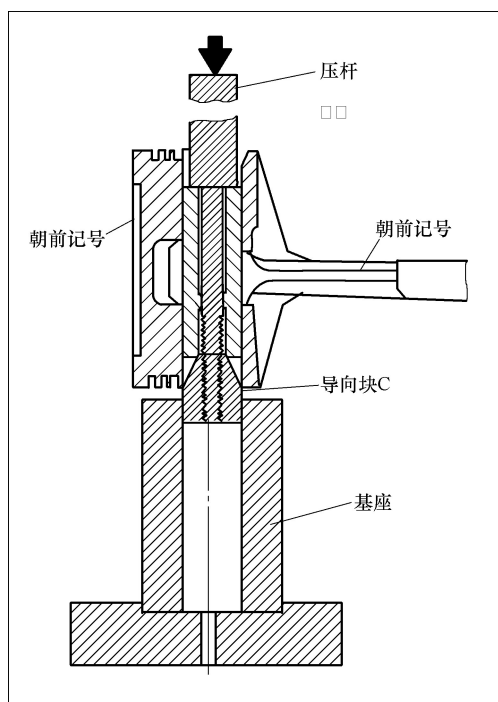

图 2-114 拆卸活塞销
① 如图 2-114 所示, 将专用工具压杆从活塞顶标有箭头的一边插入后, 将导向块 C 安装到压杆端部。